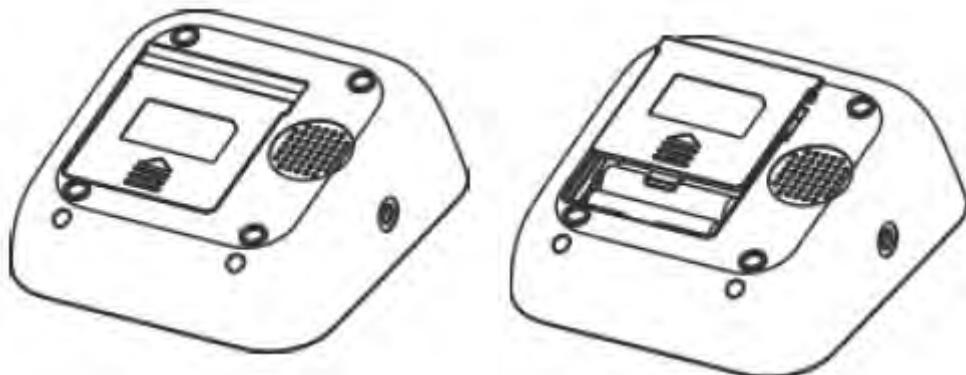

Bild 04
1. Tryck på kroken på undersidan av batteriluckan och lyft locket i pilens riktning (Bild 04).